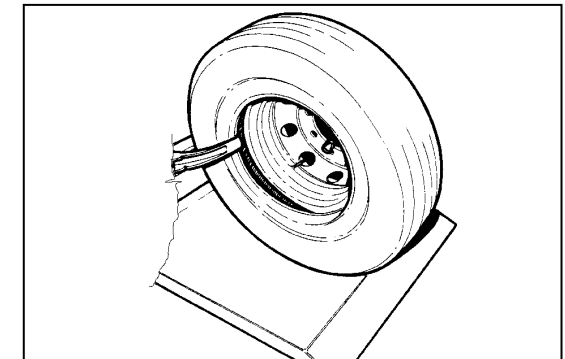

Fig.32
4. Rotate the chuck counter clockwise until the outer bead is completely demounted (Fig.32).
4. *Tourner l'arbre dans le sens inverse aux aiguilles d'une montre jusqu'à ce que le talon extérieur soit complètement sorti (Fig.32).*
4. Das Spannfutter gegen den Uhrzeigersinn drehen, bis der äußere Wulst vollkommen demontiert ist (Abb.32).